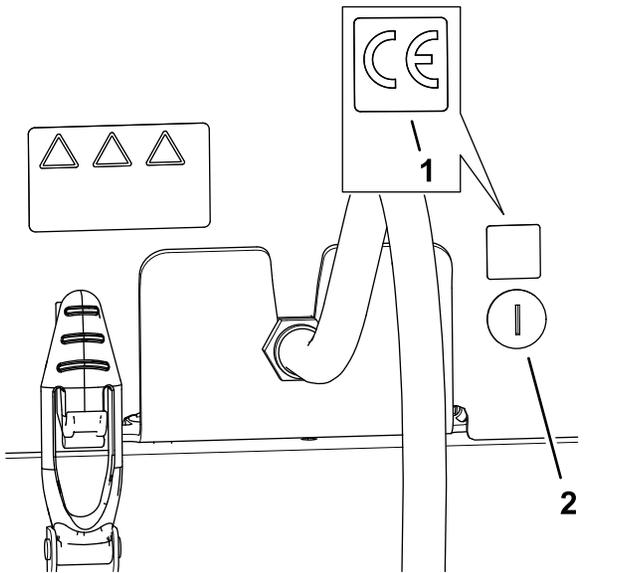

图 37
1. 使用外用酒精和干净的抹布清洁机罩门锁旁边的区域并让机罩晾干图 37。